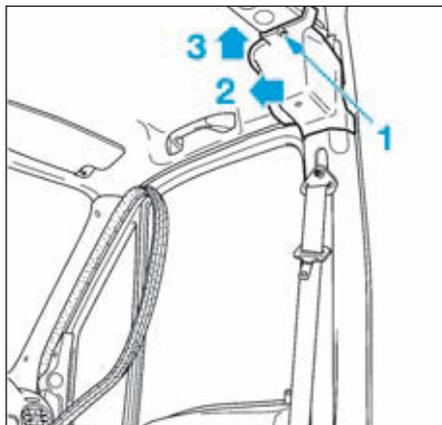

FIG.25
- Déposer la vis (1) (Fig.25) de fixation.
- Déclipper la garniture en (2) et en (3) puis la déposer.